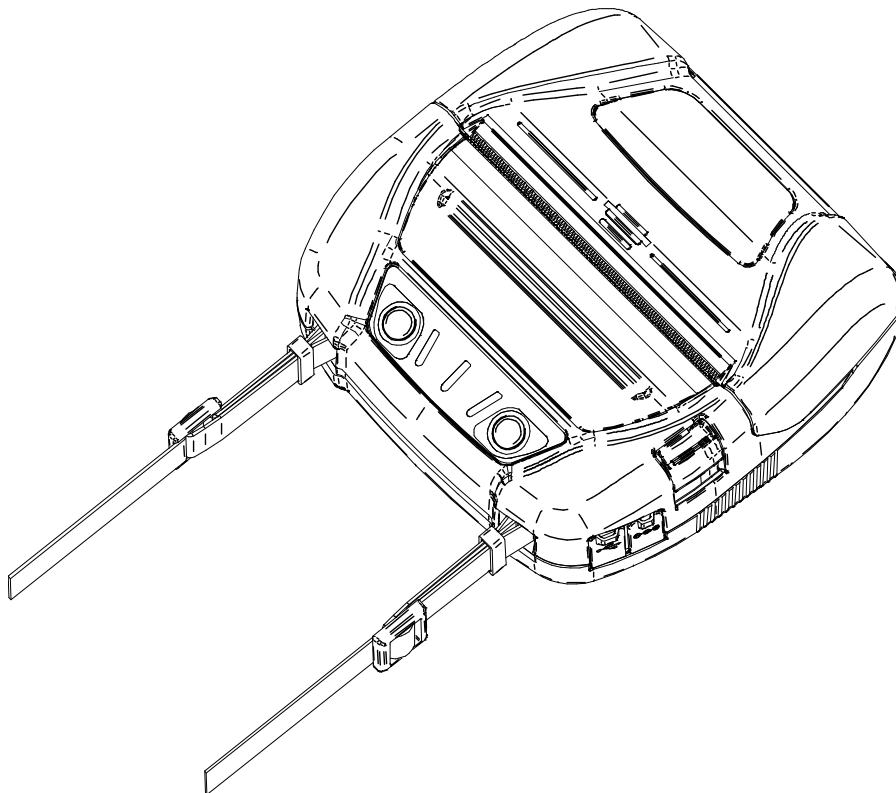

Figura 14-8 Installazione della tracolla (5)
- (5) Come mostrato nella Figura 14-8, installare l'altro lato della tracolla con la stessa procedura descritta da (1) a (4).